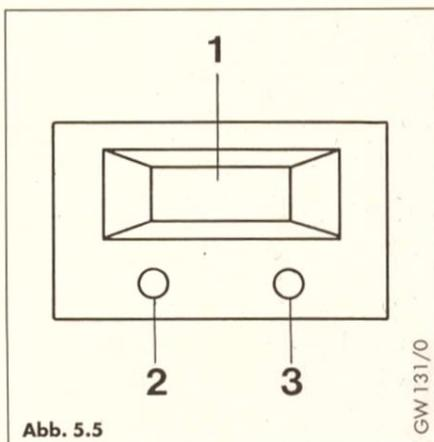

Abb. 5.5
Die jeweils eingestellte Betriebsart ist bei eingestelltem Diagnosemodus im Display (1, Abb. 5.5) ablesbar.
**Legende zu Abb. 5.5**